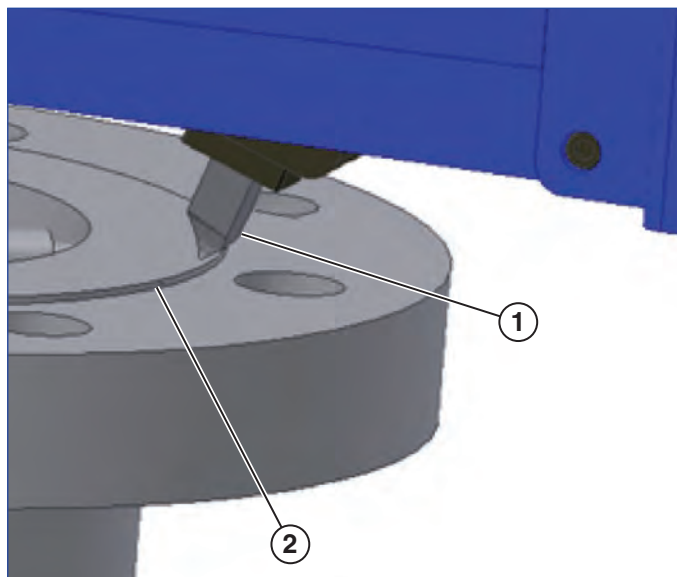

Рисунок 13
1. С помощью ключа с трещёткой установите резец над точкой, лежащей на окружности, ограничивающей наружный диаметр обрабатываемой зоны поверхности (см. рисунок 13).